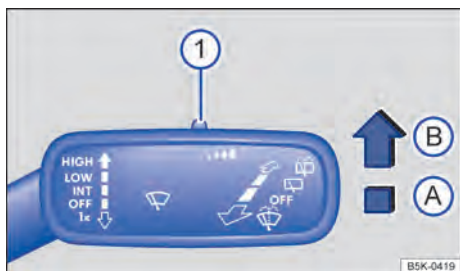

Fig. 78 À direita da coluna de direção: alavanca dos limpadores dos vidros.
Pressionar a alavanca para a posição desejada → Fig. 78:
A sensibilidade do sensor de chuva pode ser ajustada manualmente com o interruptor na alavanca dos limpadores dos vidros → Fig. 78 (1) → ▲.